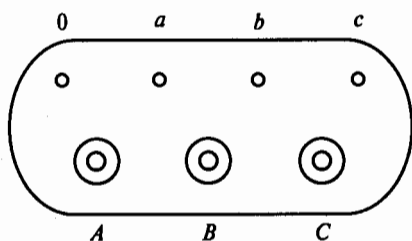

Рис. 176
**6.39.** Какие клеммы должны быть подсоединены к питающей сети, если трехфазный трансформатор на рис. 176 понижающий?